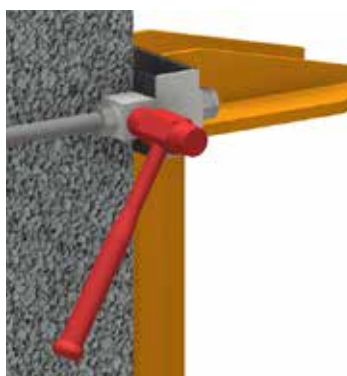

fig.41
6. À l'aide d'un maillet, veuillez vous assurer de l'appui des tirants sur le poteau (fig. 41).